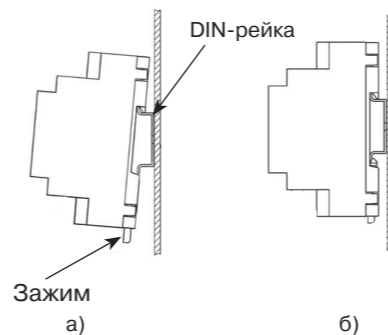

Рисунок 2. Последовательность установки Устройства на DIN-рейку
1. Зацепить верхним креплением корпуса Устройства (расположено на тыльной поверхности корпуса Устройства) за верхнюю направляющую DIN-рейки (рис. 2а);
2. Оттянуть вниз зажим подпружиненный (6) на нижней части корпуса Устройства, прижать Устройство к DIN-рейке;
3. После прижатия корпуса Устройства к DIN-рейке, отпустить зажим (рис. 2б);